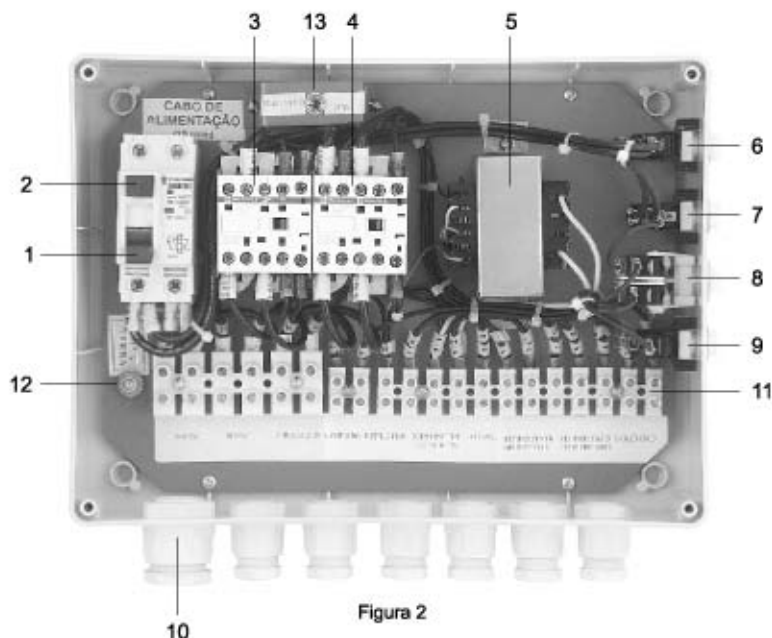

Figura 2
**Um Quadro Elétrico contendo:** Um Disjuntor Diferencial DR de alta sensibilidade - 30 MA (para proteção contra choque elétrico - ABNT 5410), uma Contactora para Controle Geral, uma Contactora para o Aquecedor, um Transformador 220/12V e quatro Interruptores Pneumáticos (figura 2);